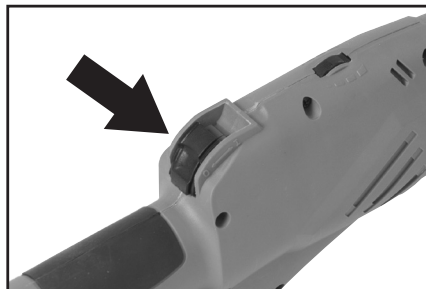

Fig. 14
- L'interrupteur à glissière « MARCHE/ARRÊT » (**Fig. 14**) est verrouillable. Glissez-le vers l'avant pour démarrer le moteur. Poussez la partie centrale de l'interrupteur en avant vers le bas pour le verrouiller en position « MARCHE ».